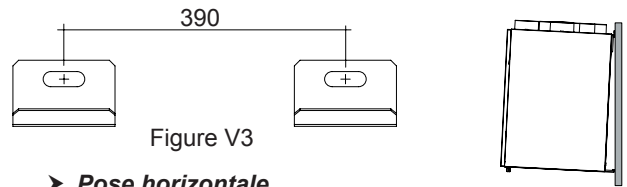

Figure V3
- Fixer les crochets à la paroi. Les 2 trous de fixation devront être réalisés à la même hauteur (figure V3). Les accessoires nécessaires à la fixation des crochets ne sont pas fournis et devront être adaptés au type de paroi et à la charge.